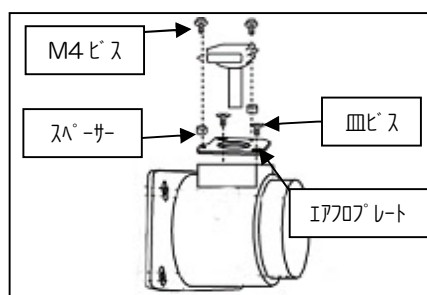

図4
- ①図4を参考にエアフロアダプター、エアフロプレート、エアフロセンサーを組み立てます。